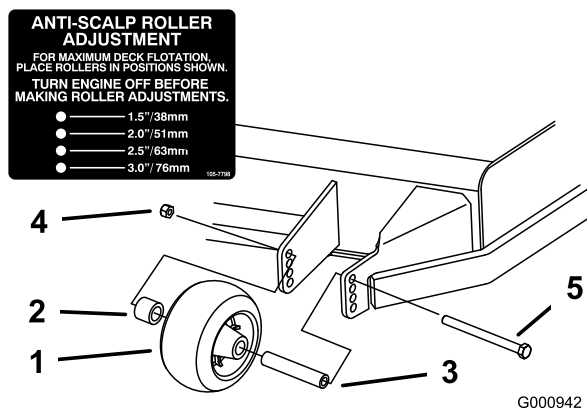
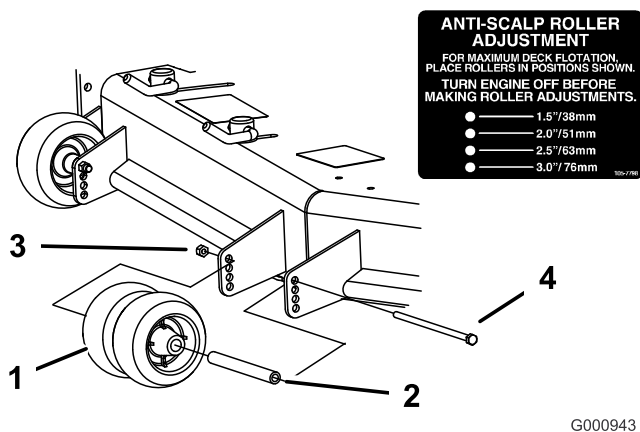
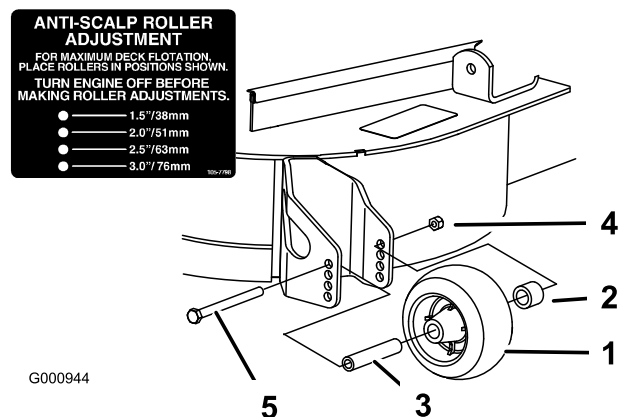

Figure 27
Figure 28
Figure 29
- Réglez les galets anti-scalp comme montré à la Figure 27, la Figure 28 et la Figure 29.